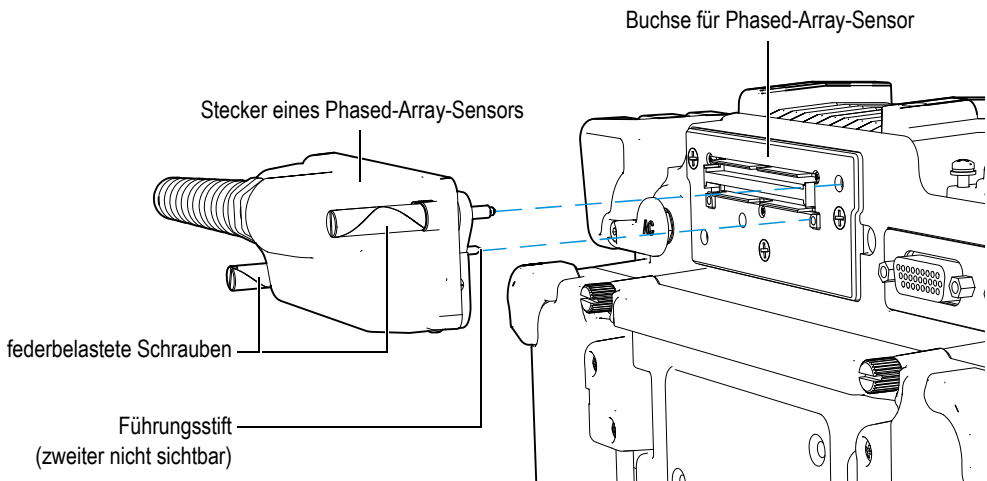

Abbildung 1-8 Anschluss von Phased-Array-Sensoren
Die Geräte EPOCH™ 1000iR und EPOCH 1000i sind standardmäßig auf der Rückseite mit einem Stecker für Phased-Array-Sensoren ausgerüstet (siehe Abbildung 1-8 auf Seite 30).
Der Stecker der Phased-Array-Sensoren hat zwei Führungsstifte, die den richtigen Anschluss aller Sensoren an das Prüfgerät gewährleisten (siehe Abbildung 1-8 auf Seite 30). Die beiden federbelasteten Schrauben sichern einen guten Kontakt von Sensor und Prüfgerät und sollten immer vor dem Einsatz fest angezogen werden.
1. Die beiden Führungsstifte des Phased-Array-Sensors mit den Löchern in der Gerätebuchse ausrichten (siehe Abbildung 1-8 auf Seite 30).